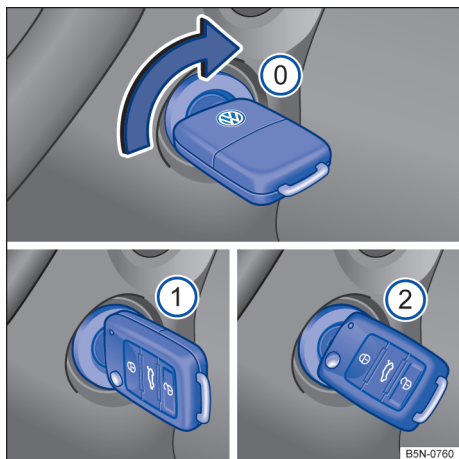

Fig. 99 Ao lado do volante à direita: posições da chave do veículo no cilindro da ignição.
Posições da chave do veículo → **Fig. 99**:
- Girar a chave do veículo para a posição → **Fig. 99** ①. A ignição está ligada.
- Girar a chave do veículo no cilindro da ignição para a posição → Fig. 99 ② – não acelerar.
Se o motor não der partida, nunca utilizar o motor de partida com a marcha engatada e com a chave do veículo na posição → Fig. 99 ② para conduzir ou puxar, por exemplo, se o tanque de combustível estiver vazio. O motor de partida pode ser danificado.
- Girar a chave do veículo no cilindro da ignição para a posição → Fig. 99 ①.